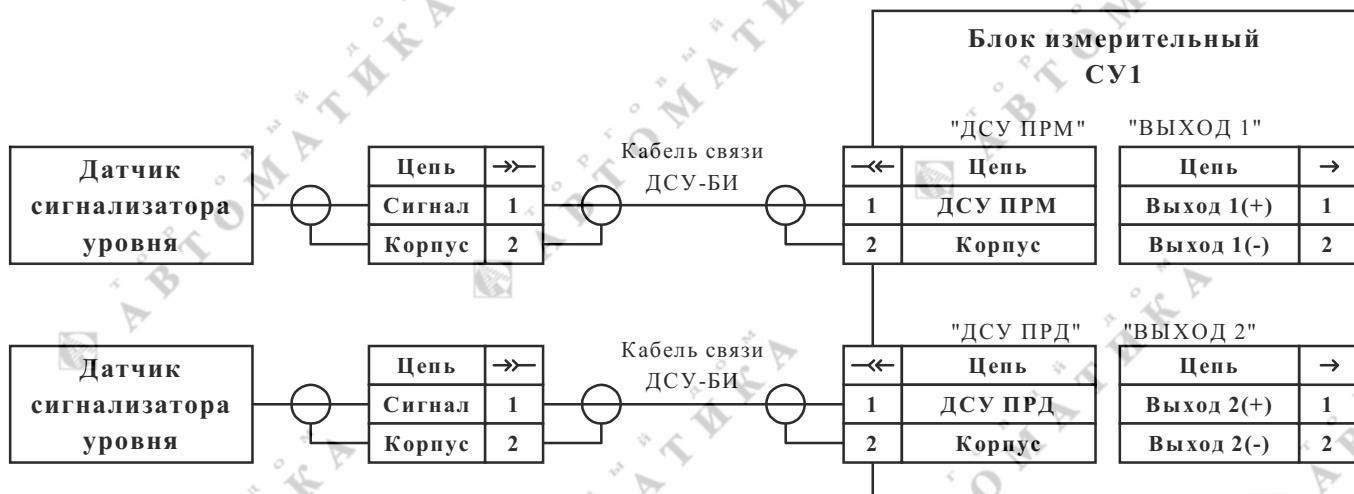

Рис. 4. Схема соединений сигнализатора уровня.
2.2.2.2. Соединение и подключение СУ осуществляется в соответствии со схемой, приведенной на рис.4. Поскольку оба датчика одинаковые, то подключение их к разъемам ДСУ ПРМ и ДСУ ПРД произвольное.